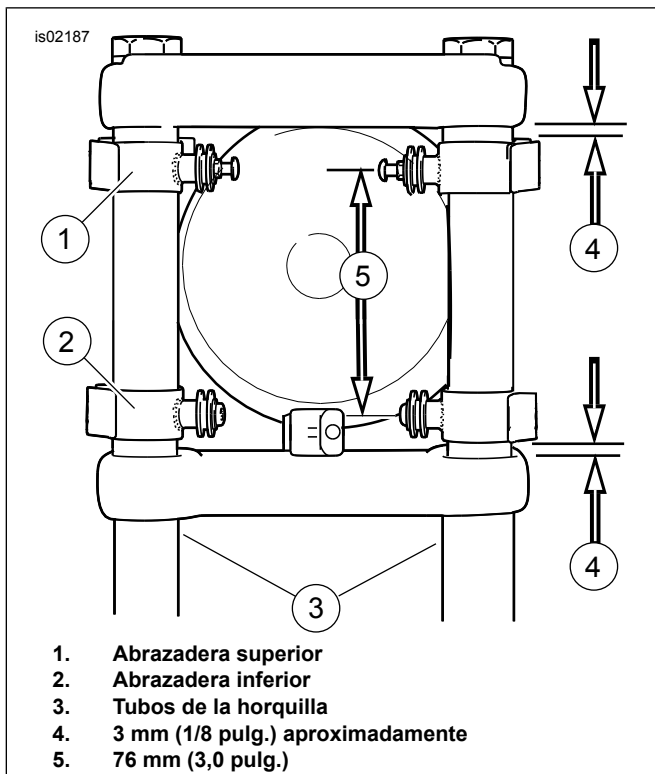

Figura 1. Instalación de las abrazaderas
2. Vea Figura 1. Instale una abrazadera inferior en un tubo de la horquilla usando la arandela y tuerca de seguridad cromadas más pequeñas del kit. Ajústela para que la abrazadera esté aproximadamente a 3 mm (1/8 pulg.) de la parte superior de la abrazadera triple inferior; luego, con los dedos, apriete la tuerca de seguridad. Repita en la segunda abrazadera inferior y el tubo de la horquilla.
Vea Figura 1. Instale las abrazaderas en los tubos de la horquilla para que las líneas de centro de los bujes tengan una separación de 76 mm (3 pulg.).